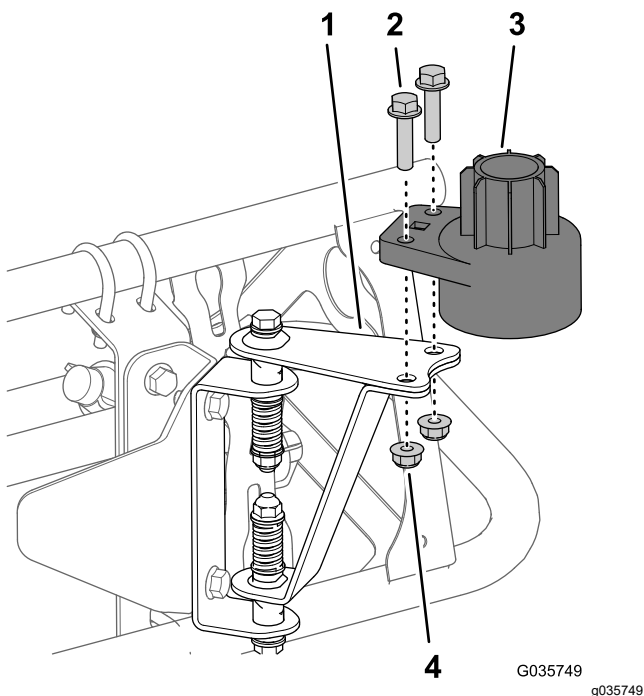

图 20
1. 用 2 个螺栓 5/16 x 1 1/4 英寸和 2 个锁紧螺母 5/16 英寸将下传感器外壳安装到传感器安装五金件 图 20 上。